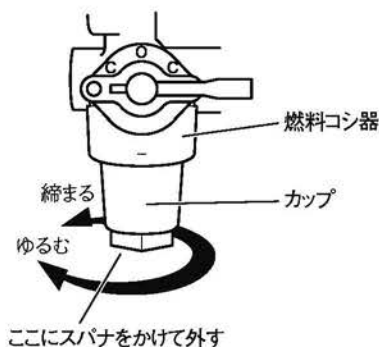

図 4-13 燃料コシ器（カップ）
2. 燃料コシ器下部の四角部を、工具（二面幅（10 mm））でゆるめて、燃料コシ器のカップを外します。（図 4-13）